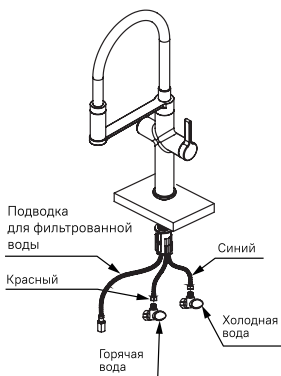
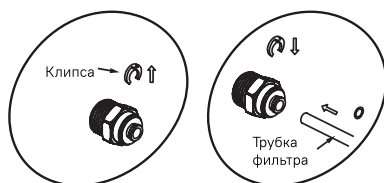

Рис. 4
Рис. 5
4. Используя пластиковые ключи подключите гибкую подводку к системе водоснабжения (рис. 4). При затяжке накидных гаек необходимо придерживать рукой шланг гибкой подводки (рекомендуется подключение холодной воды справа, горячей - слева). Соедините подводку для фильтрованной воды с адаптером, а затем подсоедините фильтр (рис. 5). При подключении фильтра следуйте инструкции производителя фильтра.